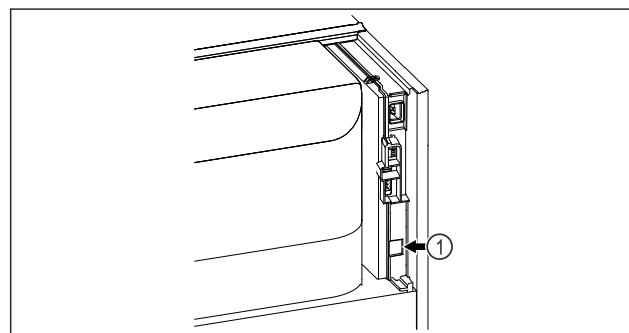

Fig. 95
- ☐ SmartModule Fig. 95 (1) установлен.